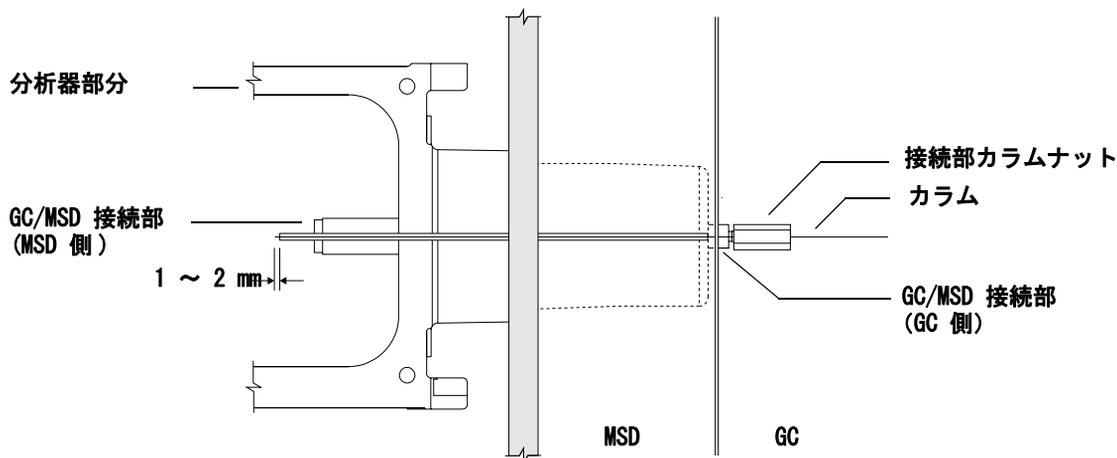

図 4 GC/MSD 接続部へのキャピラリーカラムの取り付け
- 5 分析器部分からカラムを引きだせるまで、GC/MSD 接続部（図 4）にカラムを挿入してください。